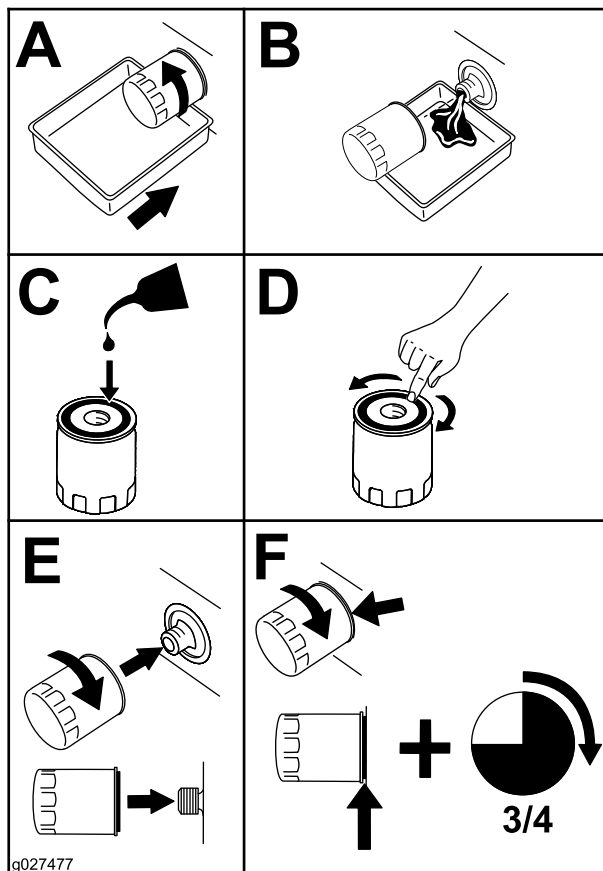

Figure 48
2. Remplacez le filtre à huile moteur (Figure 48).